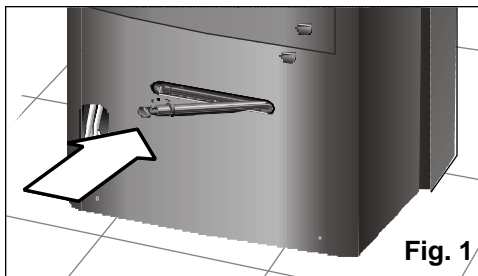

Fig. 1
- Undersøk at proppen i avløpsrøret sitter godt fast, da den kan ha løsnet under transporten. **Fig. 1.**
- ❑ Kontroller at proppen, **Fig. 1**, er festet på avløpsrøret for å unngå at vannet kan renne ut og væte underlaget.